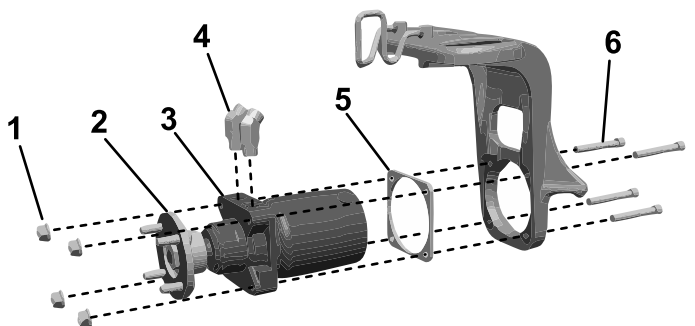

Figura 5
- **Per le macchine dotate di forcelle delle ruote orientabili con 4 fori filettati nel punto in cui il gruppo motore ruota si collega alla forcella della ruota orientabile:** montate il gruppo motore ruota e la piastra di spessoramento sulla forcella della ruota orientabile (posizionando la piastra di spessoramento tra il motore e la forcella della ruota orientabile) e fissateli con 4 viti a brugola ($\frac{1}{2}$ " x $3\frac{3}{4}$ ") e 4 dadi di bloccaggio (Figura 5).